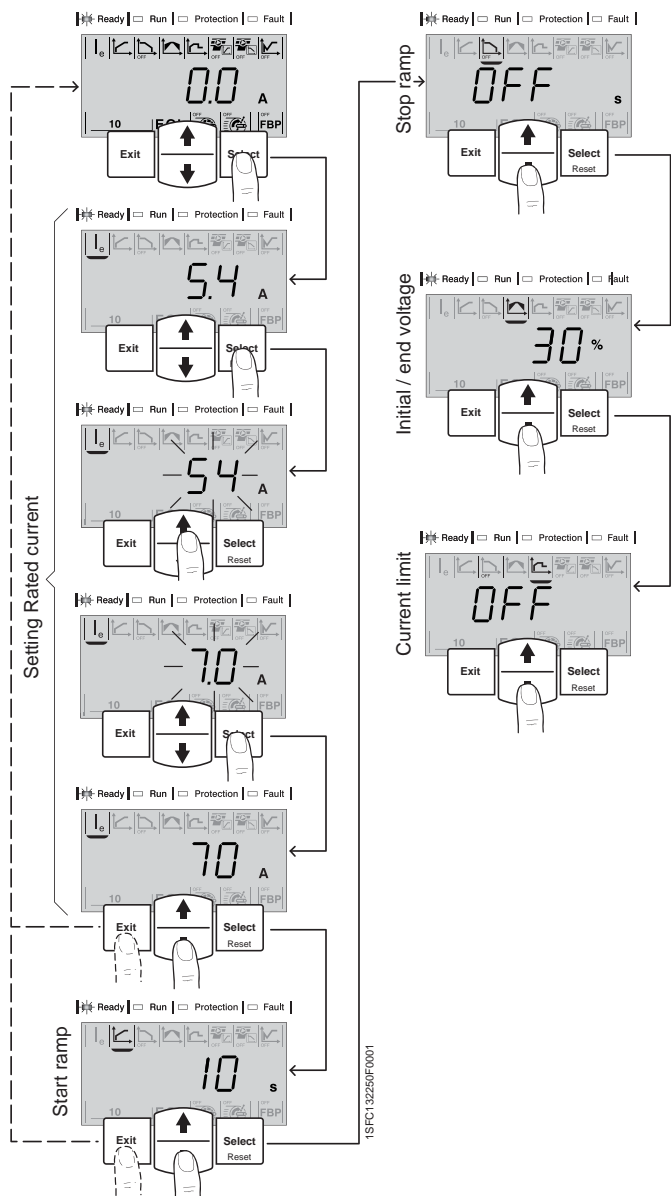

Рисунок 7.2. Основная конфигурация часто используемых параметров
2. С информационного уровня войти в уровень настроек, нажав клавишу Select (см. рисунок 7.2).